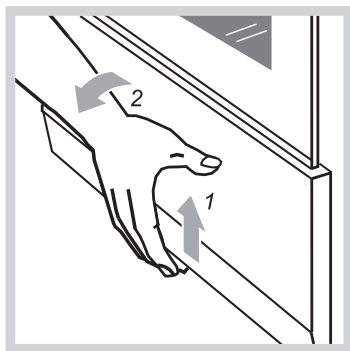

Рис.14
- Плиты выпускаются двух исполнений: с выдвижным ящиком и с откидной дверцей. Чтобы открыть дверцу, ее нужно приподнять вверх и наклонить на себя (рис.14).